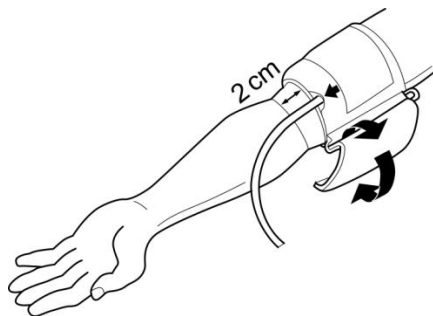

Fig. 7: Posición correcta del brazalete
- 4) Coloque el brazalete en la posición correcta (Fig. 7):